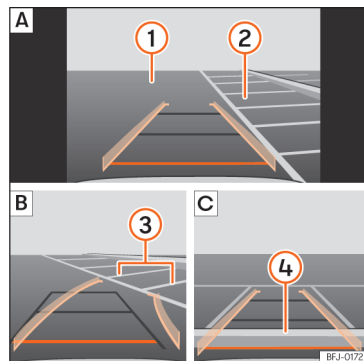

Abb. 155 Anzeige auf dem Bildschirm des Infotainment-Systems: Einparken mit dem Rückfahrassistenten.
Legende zur >>> **[Abb. 155]:**
- Bringen Sie das Fahrzeug vor die Parklücke >>> **[Abb. 155]** **②** **[A]**.
- Fahren Sie rückwärts und drehen Sie das Lenkrad so, dass die gelben Linien in die Parklücke weisen. Die grünen und gelben Linien müssen mit den seitlichen Begrenzungslinien übereinstimmen **③** **[B]**.
- Halten Sie das Fahrzeug an, wenn die rote Linie die hintere Begrenzung erreicht hat **④** **[C]**.